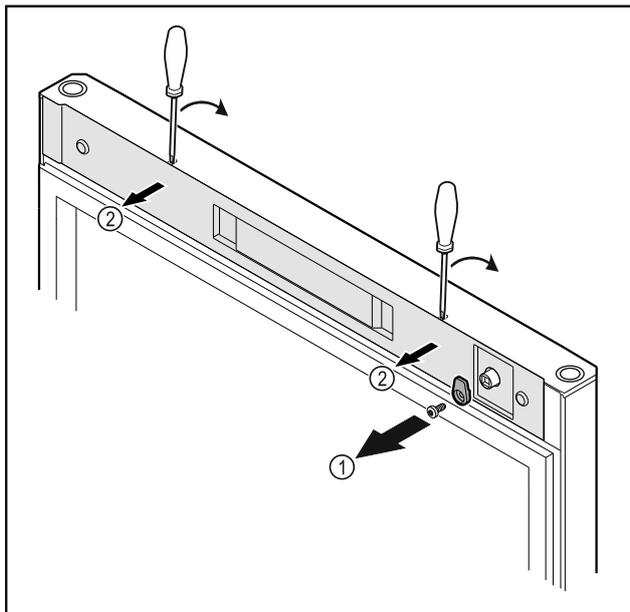

Fig. 20
- ▶ Atsukite uždarymo kabluką Fig. 20 (1).
- ▶ Atfiksukite dengiamąją plokštelę Fig. 20 (2) mažu atsuktuvu ir nuimkite.